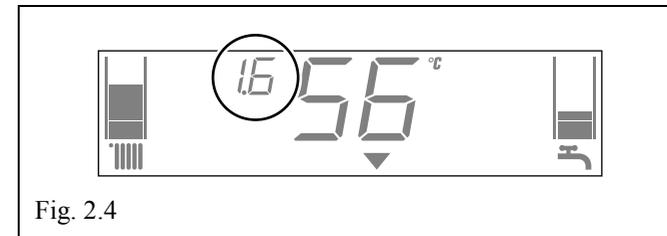

Fig. 2.4
- La pressione del circuito idraulico, a freddo, sia compresa tra 1 e 1,6 bar (FIG. 2.4) (SEZ. 8.5, PAG. 86).